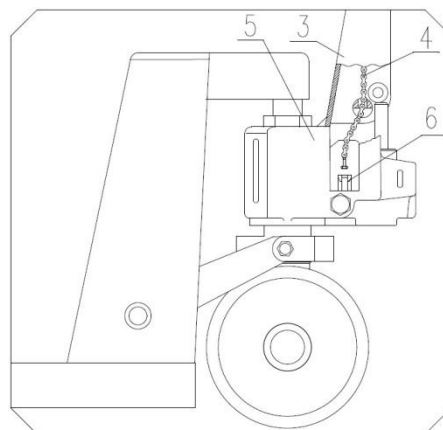

Рис. 2.
- 3.4. Проденьте цепь 4 рукоятки в отверстие в середине оси 1 (см. рис. 2).
3.5. При помощи гайки на конце цепи 4 закрепите конец цепи в пазе рычажной плиты 6 (см. рис. 2 и 4).